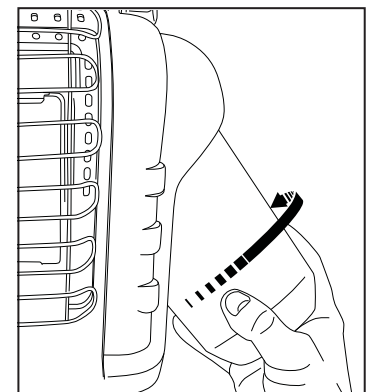

Abbildung 2: Den Gastank befestigen
- Propangebrauch: Für praktische Tank-Installation, den Regler nach außen drehen. Eine 1 Pfund (465g) Einweg-Propangas (G31)-Kartusche im Uhrzeigersinn (von unten) in das portable Heizgerät schrauben, bis es handfest sitzt; siehe Abbildung 2. KEIN Gewindedichtmittel an diesem Anschluss verwenden.